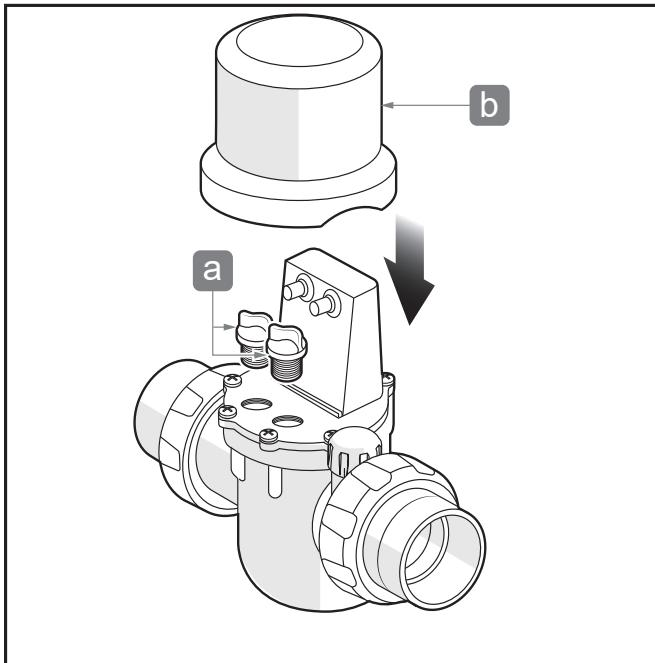

Figure 14. Installer les bouchons et le capuchon du capteur
10. Installer les bouchons du capteur sur le Jandy TruSense, se reporter à la Figure 14 (a).
11. Retirer le capuchon du dessus Jandy TruSense, se reporter à la Figure 14 (b).